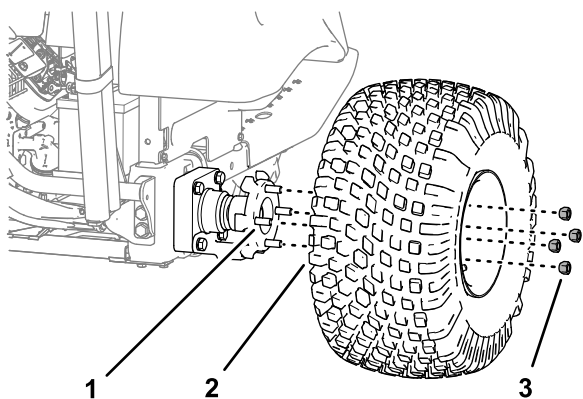

Bild 29
- Entfernen Sie die vier Radmuttern, mit denen das Rad an der Nabe befestigt ist, und nehmen Sie das Rad ab (Bild 29).
- Setzen Sie das Rad auf die Bolzen der Radnabe (Bild 29) und befestigen Sie es mit den 4 Radmuttern, die Sie im Schritt 2 entfernt haben, und ziehen Sie die Muttern von Hand an.